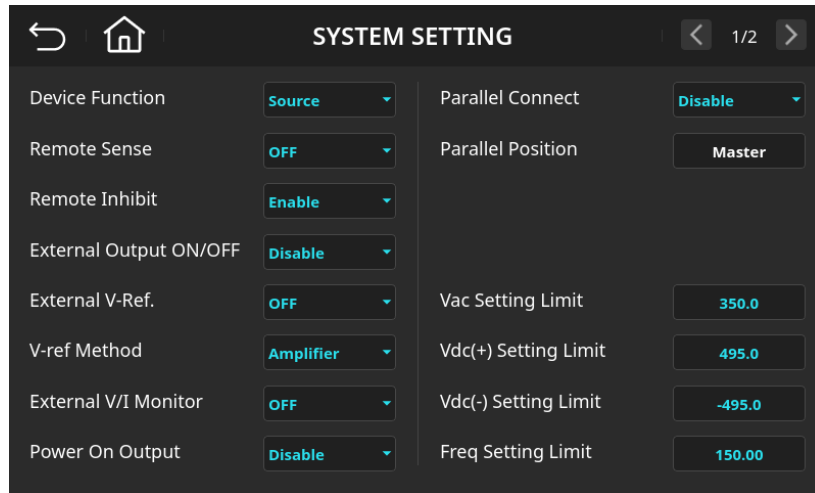

图 6-4 系统功能设定页面(Remote Inhibit=Enable)
2. 选择 "Enable" 后，远程抑制功能即启用，如图 6-4。